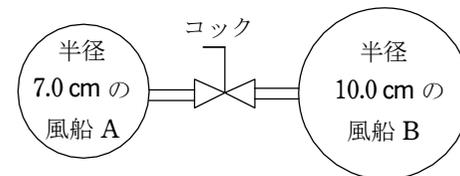

図3 コック付き管でつなげられた2つの風船
- (3) 風船外部の圧力1000 hPa, 温度300 Kの環境下で半径7.0 cmの風船Aと、半径10.0 cmの同じ種類の風船Bがある。図3のように風船Aと風船Bをコックが閉じられたコック付き管でつなげ、コックを開放したときの物理現象を考える。ただし、コック付き管の大きさはないものとする。次の(ア), (イ)に答えよ。